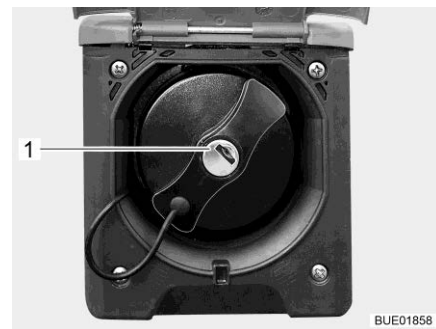

Bild 45 Verschlussdeckel für Kraftstoff-Einfüllstutzen
- Schlüssel in Schließzylinder (Bild 45,1) stecken und entgegen dem Uhrzeigersinn drehen.